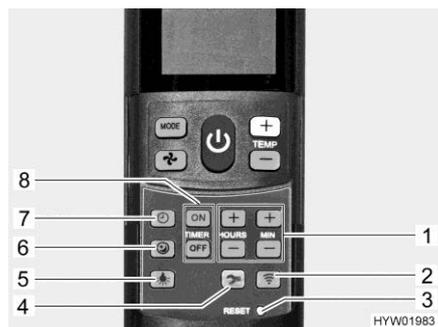

Fig. 124 Télécommande avec touches de réglage (climatisation)
- Appuyer sur la touche Démarrage en douceur (Fig. 124,6). En mode de refroidissement, le ventilateur tourne alors à faible régime et donc particulièrement silencieusement.
- Appuyer sur la touche Heure (Fig. 124,7).
- Régler les heures et les minutes avec les touches (Fig. 124,1).
- Appuyer sur la touche "ON" (Fig. 124,8).
- Appuyer sur les touches de réglage du temps (Fig. 124,1) jusqu'à ce que le laps de temps désiré jusqu'à l'enclenchement soit atteint.
- Appuyer sur la touche "OFF" (Fig. 124,8).
- Appuyer sur les touches de réglage du temps (Fig. 124,1) jusqu'à ce que le laps de temps désiré jusqu'au désenclenchement soit atteint.
- Appuyer de nouveau sur la touche "ON" ou sur la touche "OFF" (Fig. 124,8).
- Appuyer sur la touche Éclairage (Fig. 124,5). L'éclairage s'allume au dernier niveau de variation qui a été réglé.
- Appuyer sur la touche Éclairage (Fig. 124,5) et la maintenir ainsi jusqu'à ce que la luminosité désirée soit atteinte.
- Appuyer sur la touche Éclairage (Fig. 124,5).
- ▷ La touche Setup (Fig. 124,4) sert à établir la connexion entre la télécommande et la climatisation lors de la première mise en service.